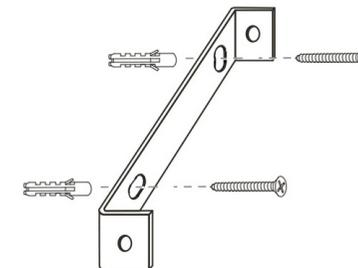

Bild 2
**Bild 2:** Den Grundhalter mittels Wasserwaage ausrichten, die Bohrlöcher an den entsprechenden Stellen anzeichnen und den Grundhalter wieder abnehmen. Die Löcher bohren, die Dübel einsetzen und den Grundhalter anschrauben. Bei Holzwänden oder Leichtbauwänden passendes Material verwenden.